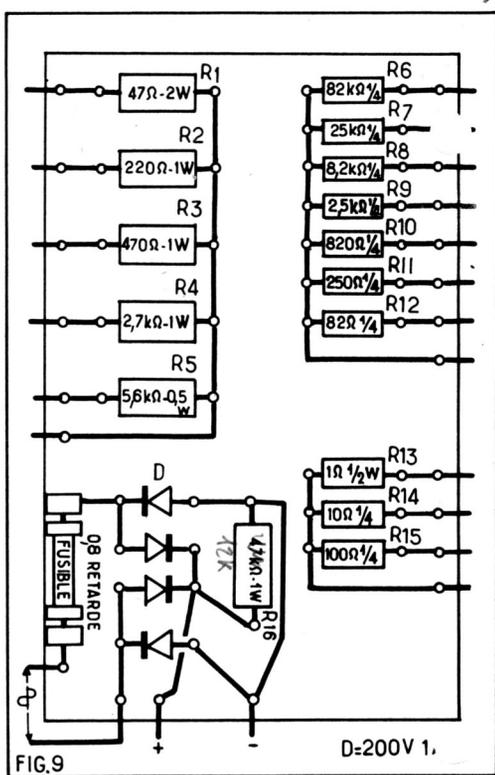

FIG. 9 D=200V 1.
D. — RÉALISATION DU CIRCUIT IMPRIMÉ SUPPORTANT LES DIFFÉRENTES RÉSISTANCES DES CONTACTEURS RC ; ΔI_b ET SENSIBILITÉ ET LE PONT DE DIODES POUR VCE (Fig. 9)